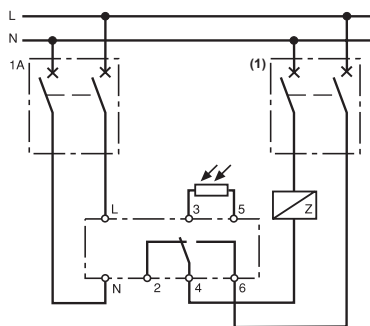

Fig. 3
- Puissance ≤ 16 A, Cos φ = 1 (fig. 3).